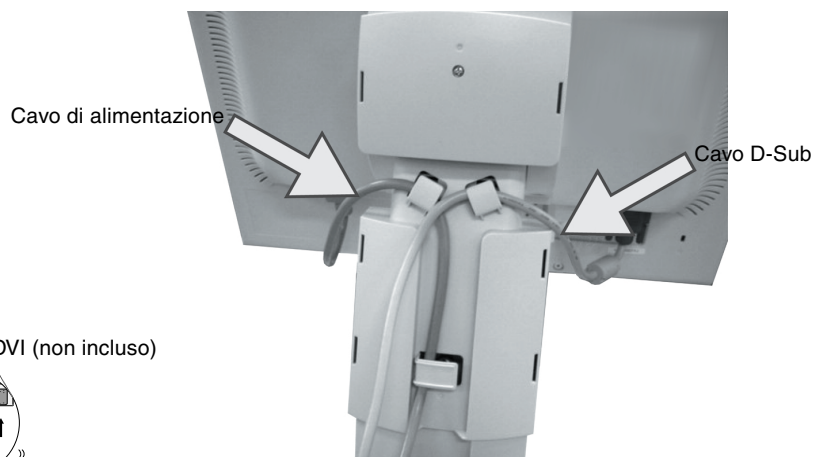

Figura C.2
5. Inserire il cavo di alimentazione nei ganci specifici indicati nella **figura C.2**.
6. Inserire il D-Sub nei ganci specifici indicati nella **figura C.2**.